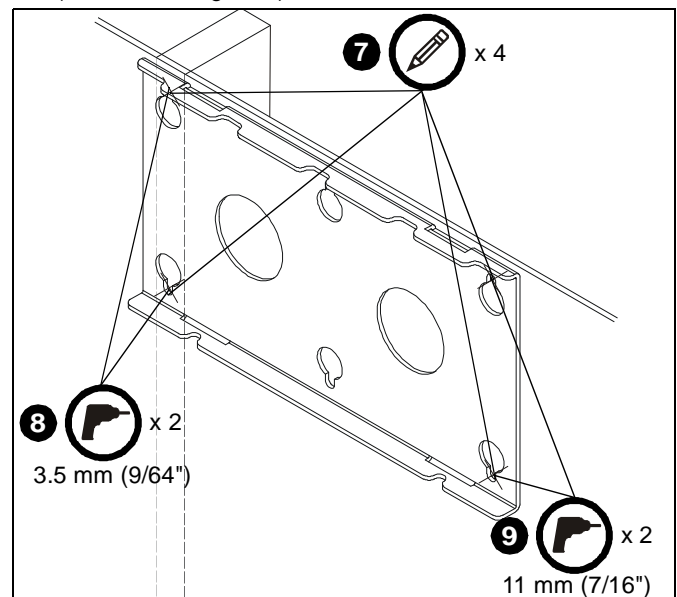

Figura 3
7. Use un soporte de pared (R) como molde; marque dos lugares para los orificios en el centro del montante de madera y dos lugares para orificios a la altura de instalación deseada. Utilice un nivel para asegurarse de que el montaje esté nivelado. (Consulte la Figura 3)
8. Haga dos orificios de 3.5 mm (9/64") en los lugares que marcó en el montante de madera. (Consulte la Figura 3)
9. Haga dos orificios de 11 mm (7/16") en los lugares que marcó en la placa de yeso. Asegúrese de que estén en línea recta y atraviesen completamente la placa de yeso. (Consulte la Figura 3)